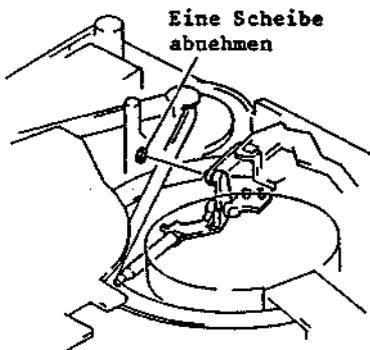

Abb. 2-83 Ausbau des Mittelstiftes
3-34 Ausbau des Mittelstiftes (Abb. 2-83, 2-84)
- Eine (1) Sicherungsscheibe des Mittelstiftes abnehmen (siehe Abb. 2-83).
- Den Mittelstift ausbauen (siehe Abb. 2-83, 2-84).
11. Den Mittelstift ausbauen (siehe Abb. 2-83, 2-84).